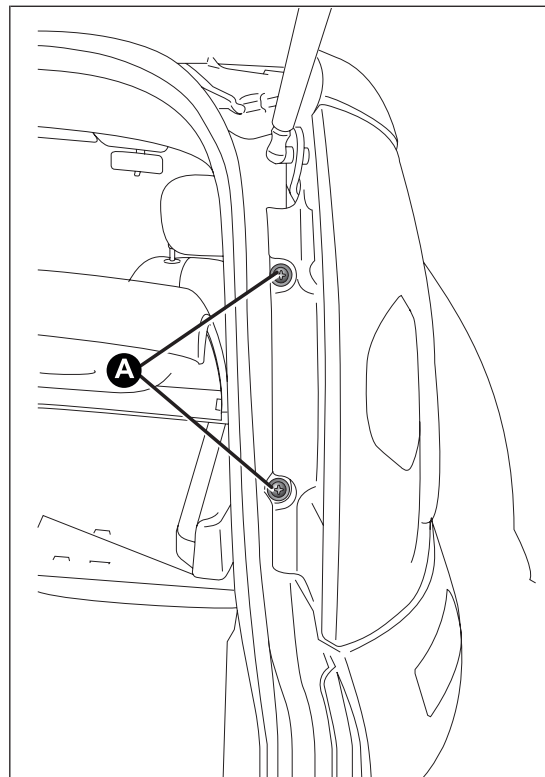

fig. 128
- ☐ aflojar los dos tornillos A fig. 128 de sus alojamientos, tirar delicadamente hacia sí de todo el piloto hasta que se suelte completamente de las dos ballestillas de fijación (están fijadas por deslizamiento D fig. 128) y desconectar el conector;